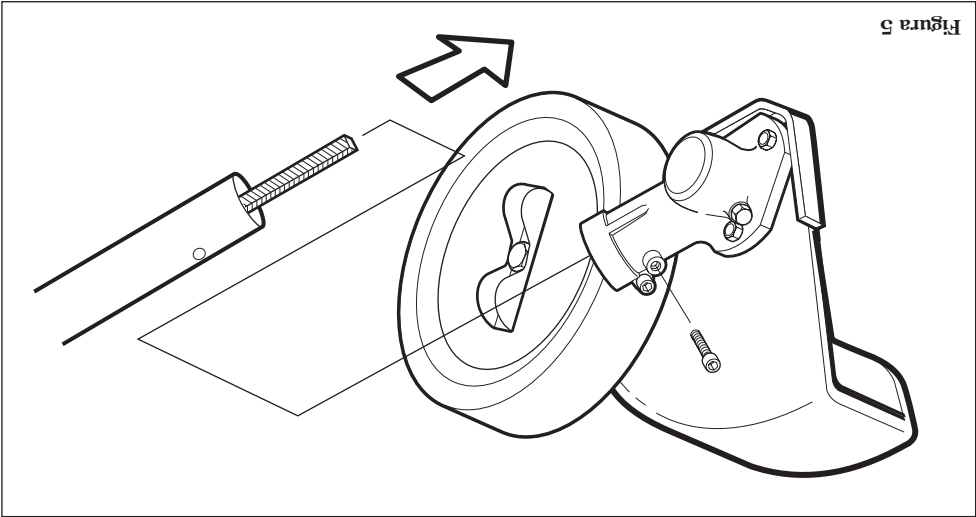

Figura 5
3. Deslice el eje de impulsión como se muestra en la Figura 5 asegurándose que el eje de impulsión este conectado con la caja de engranaje.